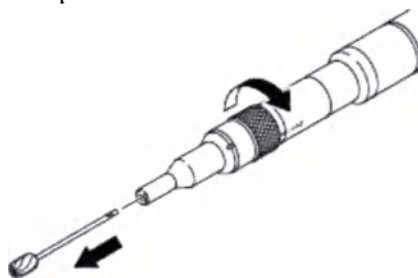

Рисунок 4. Демонтаж режущего инструмента
1. Поверните стопорное кольцо в положение НАГРУЗКА. См. Рис. 4.